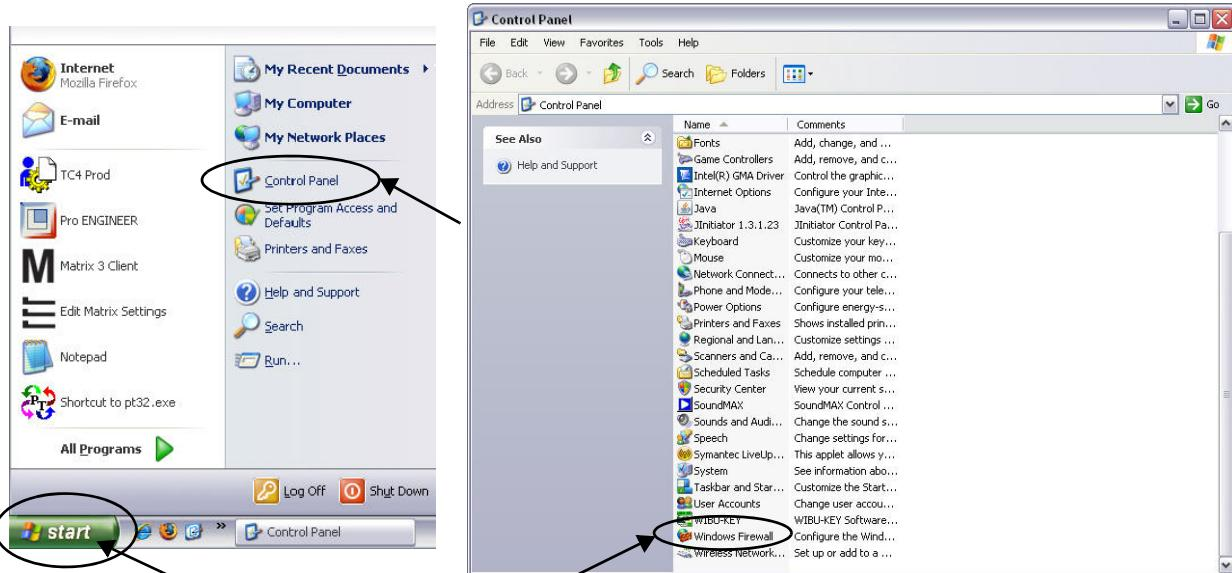

Рис. 24
- Чтобы запустить окно настроек, откройте «Пуск/Все программы/Брандмауэр Windows» (Рис. 24).